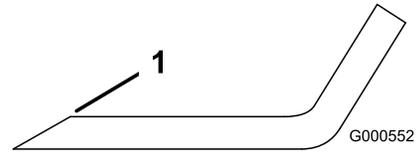

Figura 69
1. Utilice una lima para afilar el filo de corte en ambos extremos de la cuchilla (Figura 69).
Nota: Si la cuchilla no está equilibrada, rebaje algo el metal en la parte de la vela solamente (Figura 69).